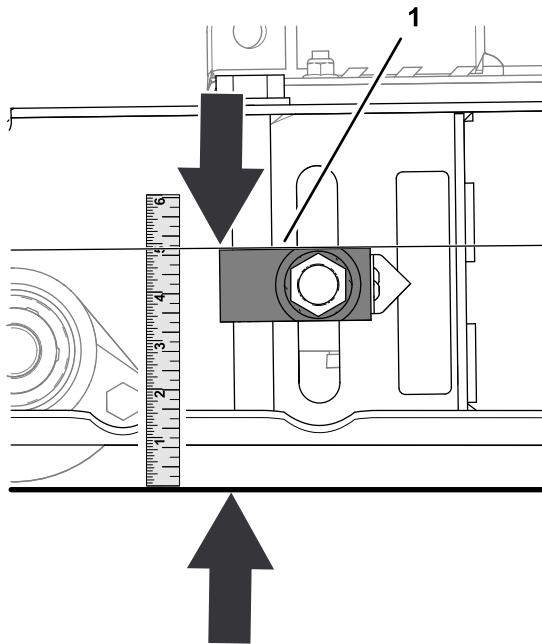

Figura 81
- Misurate la distanza tra la parte superiore del blocco regolatore e il terreno (Figura 81).